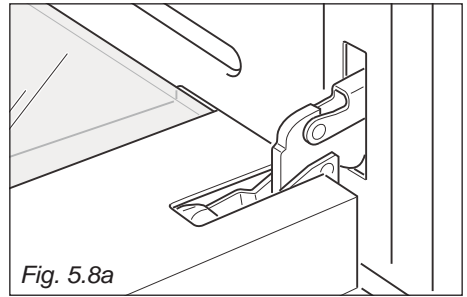

Fig. 5.8a
- Aprire completamente la porta del forno (fig. 5.8a).